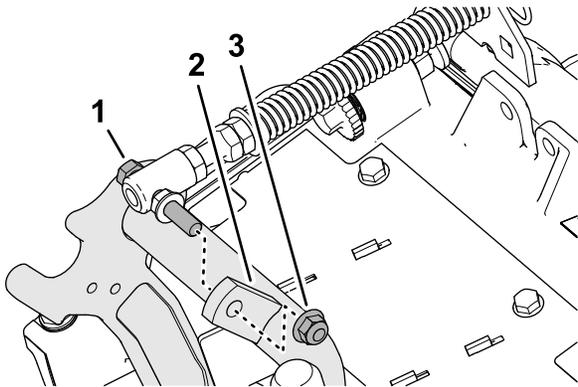

图 19
- 拆下将草坪补偿弹簧的平头螺丝固定到承载架右侧凸耳的凸缘锁紧螺母 ($\frac{3}{8}$ 英寸)，然后从滚刀组上拆下补偿弹簧 (图 19)。
3. 拆下将草坪补偿弹簧的平头螺丝固定到承载架右侧凸耳的凸缘锁紧螺母 ($\frac{3}{8}$ 英寸)，然后从滚刀组上拆下补偿弹簧 (图 19)。